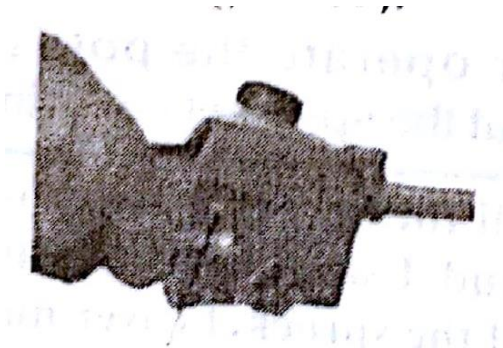

Figura 19
2. Afloje la tuerca de la cubierta del piñón con una llave vea figura 19